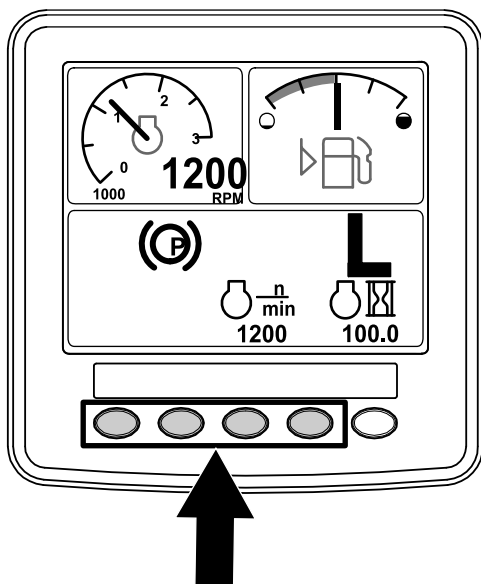

Bild 7
1. Drücken Sie auf dem HOMEBILDSCHIRM die Tasten 1, 2, 3 oder 4, um auf die eingeblendete Menüleiste unten auf dem Bildschirm zuzugreifen (Bild 7).